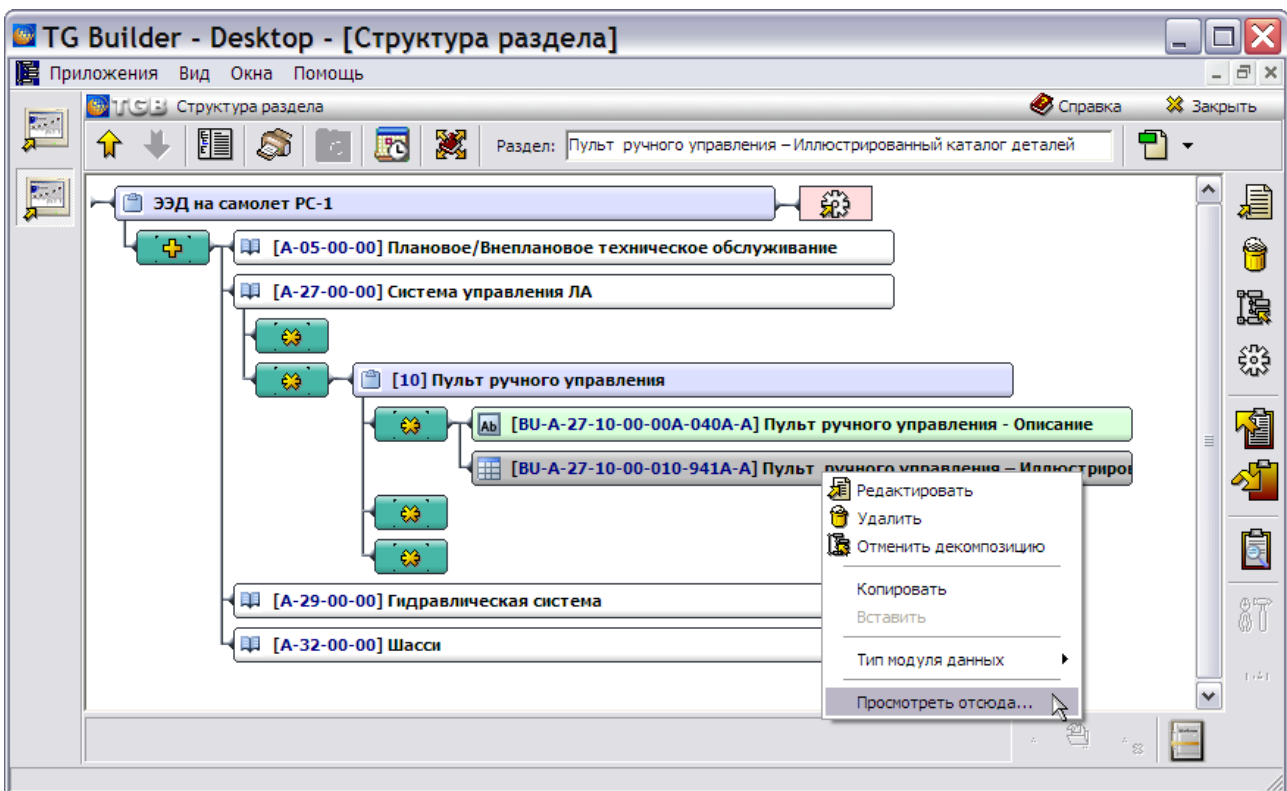

Рис. 6.60
2. В диалоговом окне **Структура раздела** щелкните по прямоугольнику модуля данных правой кнопкой мыши и в контекстном меню выберите команду **Просмотреть отсюда** (Рис. 6.60). В том случае, если команда **Просмотреть отсюда...** вызывается на разделе (системе, подсистеме), для просмотра в TG Browser открывается первый модуль данных раздела.